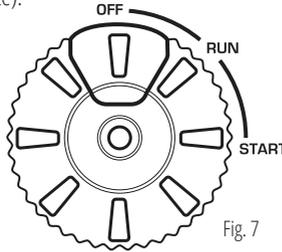

Fig. 7
3. Tournez l'interrupteur multifonction en position OFF (Fig. 7).